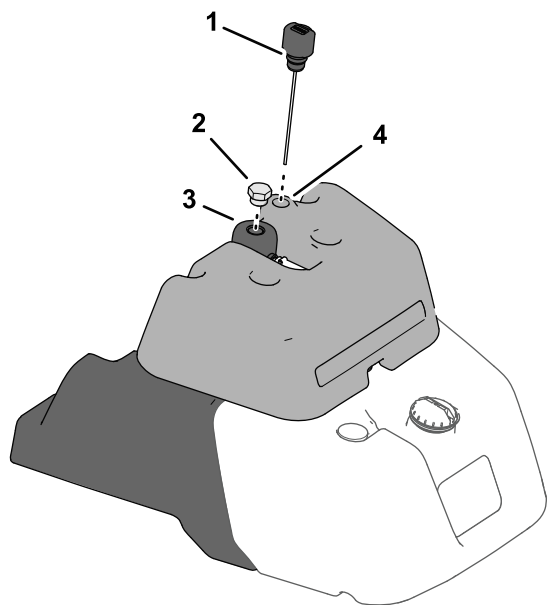

Figura 34
- Se la vostra macchina è dotata di un indicatore del carburante nella parte superiore del serbatoio del carburante, individuate l'asta di livello per l'impianto idraulico nella parte superiore del serbatoio del rilevatore di perdite (Figura 34) e procedete al passaggio 3.